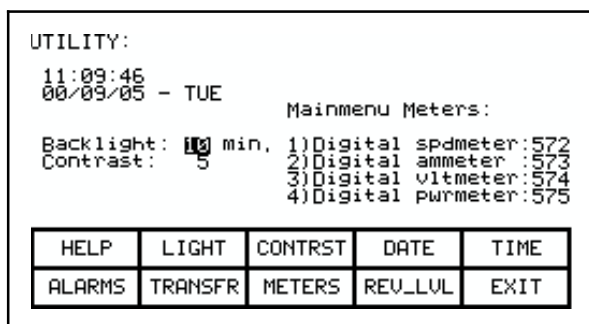

图 3.11 – 实用工具背光灯
要更改延迟时间, 请按 [F2] 键。当前的背光灯延迟时间将反白显示(图 3.11)。此值的调节范围是 0 到 60 分。值零 (0) 将禁用延迟, 即保持背光灯一直亮。按 [向上光标] 或 [向下光标] 键可更改值, 每次更改 1 分钟。按 [向左光标] 和 [向右光标] 键也可更改值, 每次更改 10 分钟。要中止更改, 请按 [退格] 键, 设置将返回到其原始值。要接受更改, 请按 [回车] 键。背光灯延迟时间被保存。